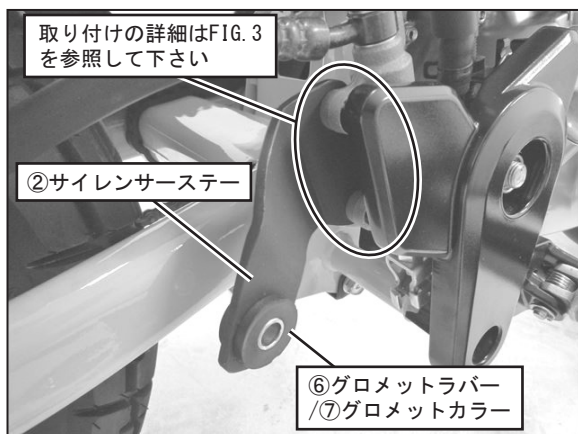

FIG. 2
3. ②サイレンサーステーに、⑥グロメットラバーと⑦グロメットカラーを取り付けて下さい。（FIG. 2 参照）
4. リアブレーキのマスターシリンダーを留めるボルトを外し、⑧フランジボルトM6×25を使用して②サイレンサーステーをマスターシリンダーと共に規定トルクで締め付けて下さい。（FIG. 2, 3 参照）